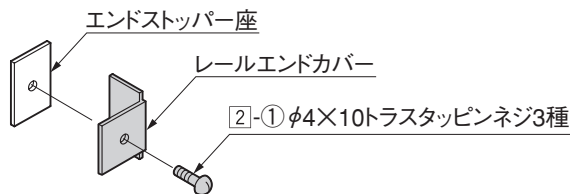

図4-3 レールエンドカバーの組付け
- 5 レールエンドカバーにエンドストッパー座を2-1で仮止めしてください。(図4-3参照)